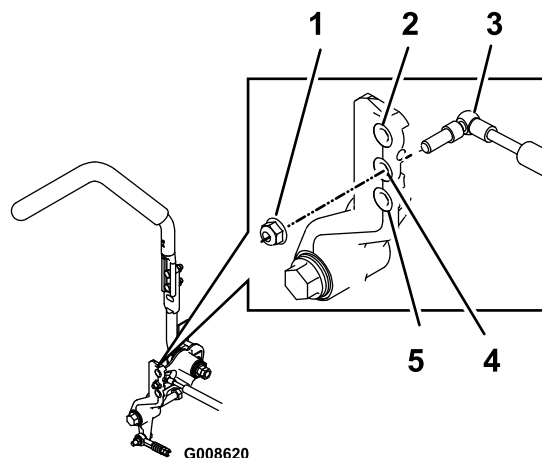

Рисунок 64
2. Выверните контргайку, переместите монтажный болт демпфера в нужное положение и заверните контргайку. Варианты установки см. на **Рисунок 64**.